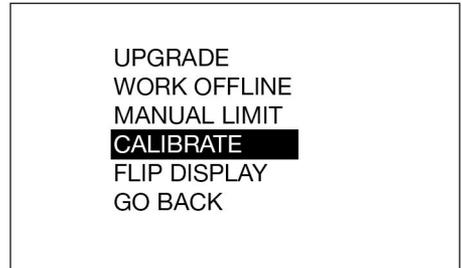
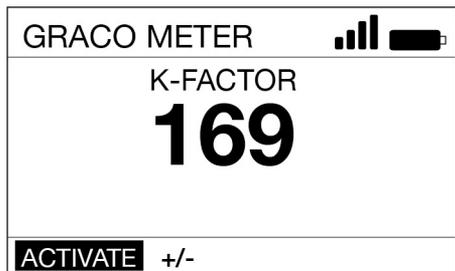

图 20
图 21
4. 选择“校准”选项（图 20）以显示校准 K 系数屏幕，如图 21 所示。
5. 选择“激活”并按回车按钮以开始进行计量分配阀校准（图 21）。